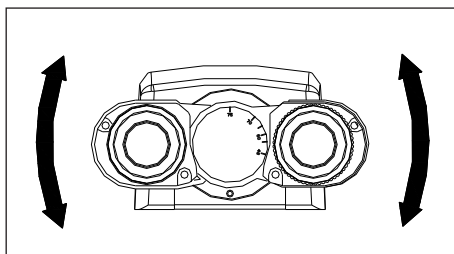

fig. 18
**Ajustar la distancia interpupilar (fig. 18)**